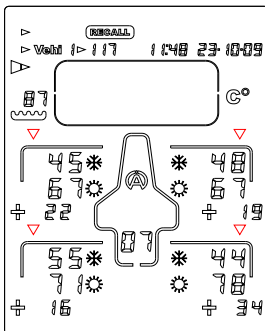

Abbildung 11
5) Drücken Sie die Taste  oder  : Das Tyrecontrol 2 zeigt die zweite Datenphase an, d. h. die Außentemperaturen der Reifen vor  und nach dem  Rennen sowie die Abweichungen (Abbildung 11)